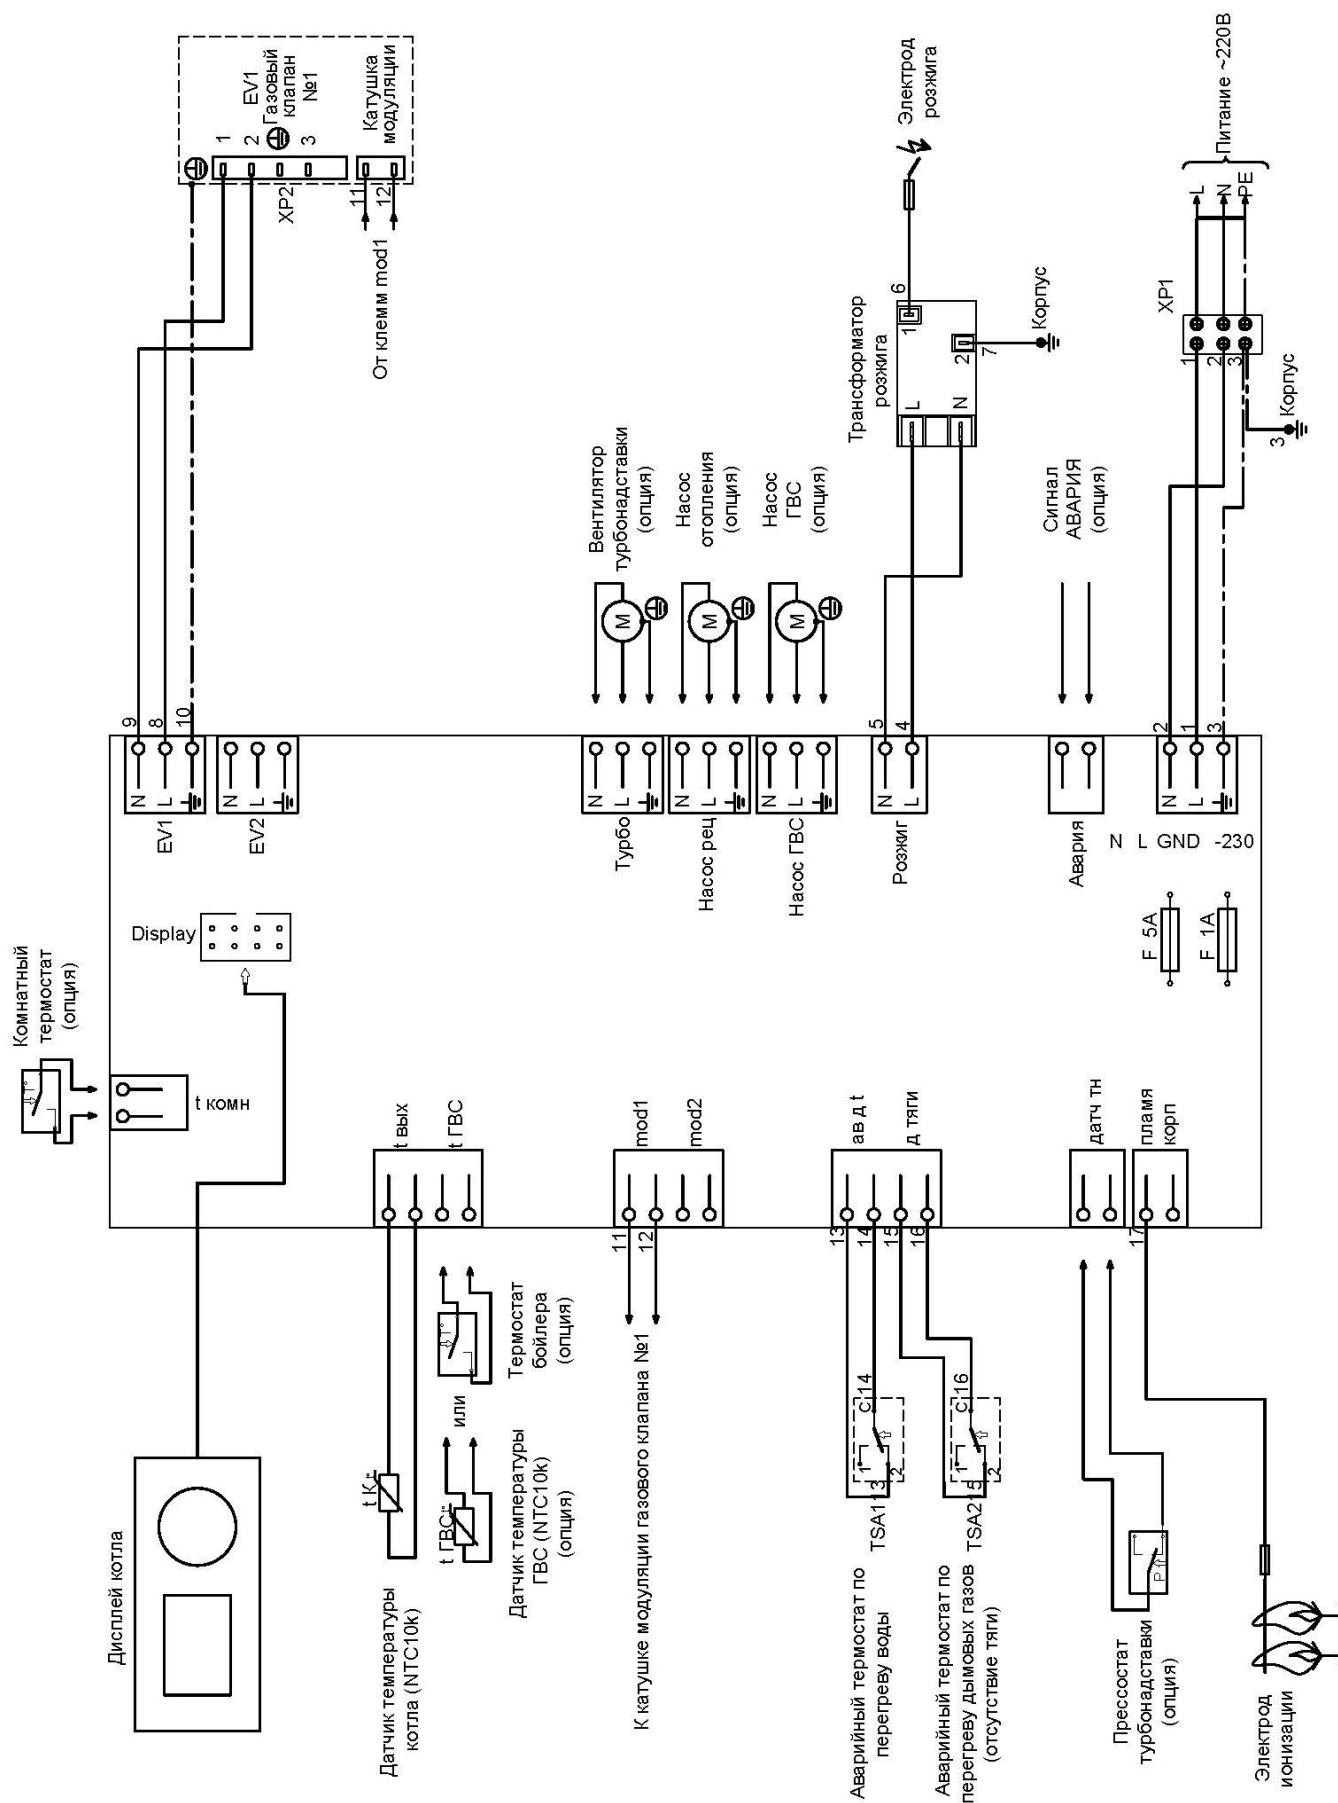

Рисунок 7. Электрическая схема котлов ТИТАН Z30M; Z40M; Z50M; Z60M, Z65M
- подсоедините провода термостата накопительного бойлера горячего водоснабжения в соответствии с электрической схемой (Рис.7,8);
- подключите насос греющего контура бойлера в соответствии с электрической схемой (Рис.7,8);